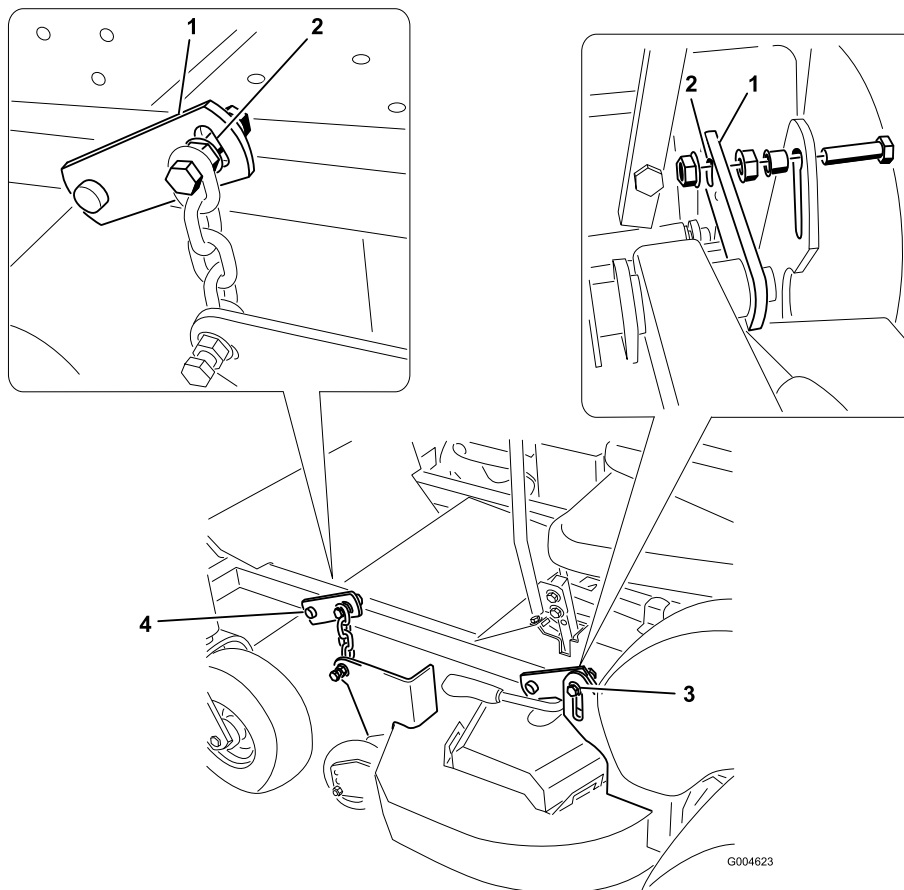

Figura 54
7. Afloje los pernos que conectan las dos cadenas y los dos soportes traseros al cortacésped (Figura 54).
8. Ajuste los dos pernos traseros hasta que estén en el centro de la ranura del soporte de pivote (Figura 54).
10. Ajuste el perno delantero en el lado de la descarga hasta que esté en el centro de la ranura del soporte de pivote (Figura 54).